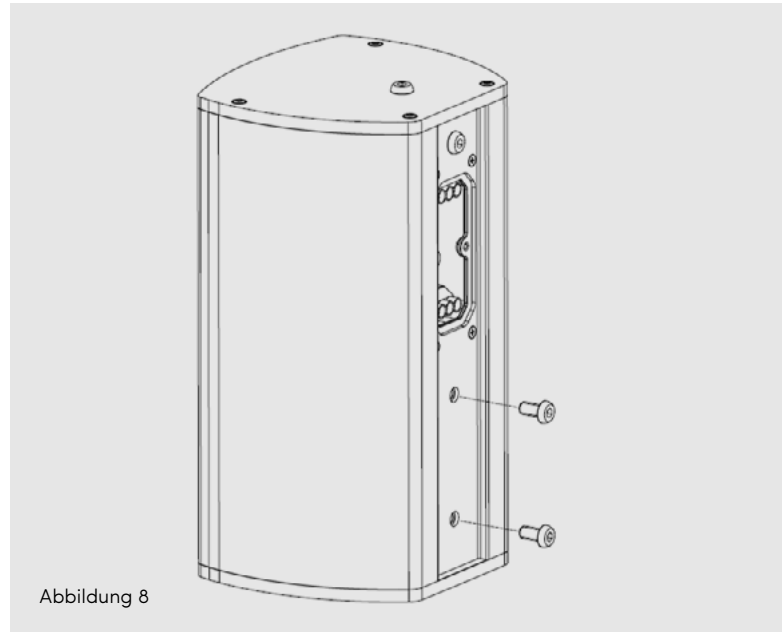

Abbildung 8
1. Entfernen Sie die beiden Linsenschrauben M6 unterhalb des Anschlussfeldes. SIEHE ABBILDUNG 8.